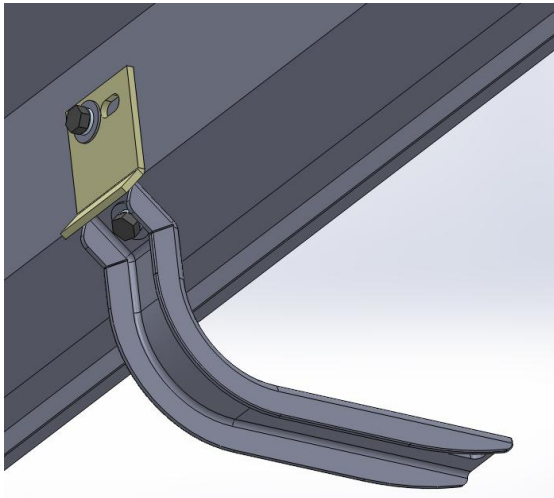

ILUSTRACIÓN 1
- Para instalar el running board, primero inserte (3) tornillos cab. cuadrada 5/16" en cada riel externo del running board, colóquelo sobre los brackets alinee, fije con: ( 2 ) rondanas planas y de presión 5/16", ( 2 ) tuercas hex. 5/16". **Vea ilustración 1 o 2 dependiendo del producto que adquirió.** Repita para cada bracket. No apriete aun.